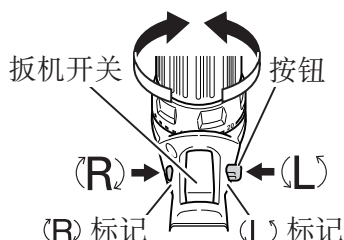

图 7
按选择按钮的 R（右）侧，钻头便会顺时针（从后方看时）旋转；按选择按钮的 L（左）侧则使钻头逆时针旋转。（请参照图 7）。(按钮上有 (L) 和 (R) 标记。)